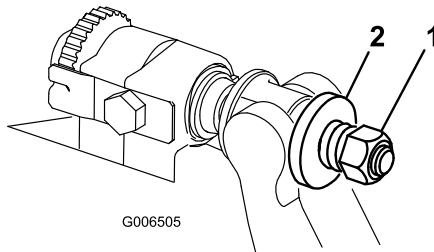

図 32
- スプリングがつぶれるまでテンション・ナットを締め、そこから半回転戻す（図 32）。